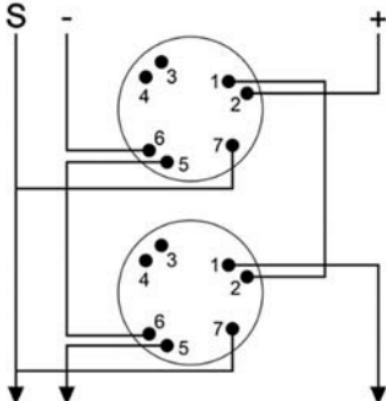

рис. 4
- Для проверки правильности проводки убедитесь в том, что провода подсоединенны так, как показано на рис. 4.
Закрепить монтажную базу в нужном месте, используя подходящий крепеж. Схема проводных соединений приведена на рис.4.
На рис. 4 приведена схема проводных соединений красной стандартной монтажной базы (YBO-R/3(RED)) и монтажной базы с изолятором короткого замыкания (YBO-R/SCI(RED)):